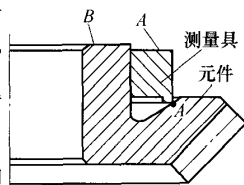

图 3 工件测量示意图
(1) 将工件 $\phi 100$ mm 外圆、30°斜面在一次装夹下加工完成, 要求工件 $\phi 100$ mm 外圆与专用测量具 $\phi 100$ H6 孔配合加工、表面粗糙度值 $R_a = 1.6 \mu\text{m}$, 以求与专用测量具获得较好的配合精度。
(2) 工件 $\phi 100$ mm 外圆、30°斜面加工完成后, 先不要将工件取下, 而是将专用测量具 $\phi 100$ H6 mm 孔与工件 $\phi 100$ mm 外圆配合, 安装至预定位置, 紧靠 30°斜面, 然后在 A 面对百分表表值对“0”, 百分表触及 A 面、B 面, 见图 3 所示, B 值即得 B 面高于 A 面之值。
(3) 按计算所得之值加工上端面完成, 即可保证 30°斜面所在 A 点的位置。